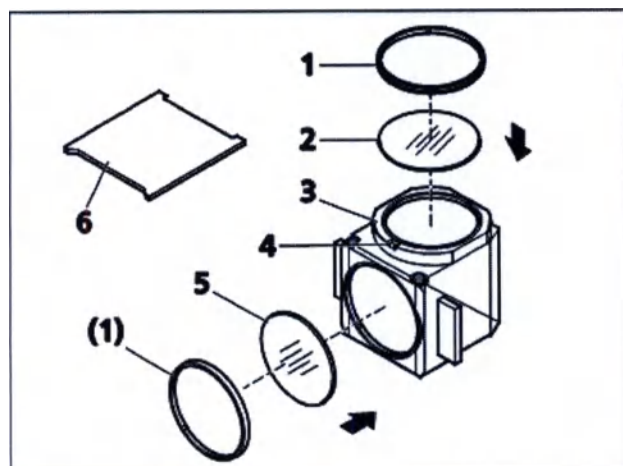

Рис. 36
- Снимите модуль FL-рефлектора (рис. 36/3) с головки и отложите его (также см. раздел 4.11.2).
- Чтобы открутить стопорное кольцо (рис. 36/1), используйте монтажную пластину (рис. 36/6).
- Поверните модуль рефлектора так, чтобы фильтр (рис. 36/2 или 5) выпал на мягкую поверхность.
- Установите блокирующий (эмиссионный) фильтр в позицию (рис. 36/2), а возбуждающий светофильтр — в позицию (рис. 36/5). Закрепите оба фильтра при помощи стопорных колец (рис. 36/1).
Блокирующий и возбуждающий светофильтры могут иметь маркировку и отметку в виде стрелки по окружности. Стрелка указывает направление установки фильтра в модуль рефлектора; стрелка всегда должна указывать внутрь (см. на стрелки, показанные на рис. 36).
Во время установки соответствующего блокирующего фильтра в модуль рефлектора выровняйте эту наклейку с пазом для ориентации (рис. 36/4). Это гарантирует одинаковые углы установки оптических клиньев блокирующих фильтров всех модулей рефлектора турели. Хотя смещение изображения между модулями в действительности очень мало при использовании комплектов фильтров ZEISS, его можно минимизировать или даже полностью компенсировать, приняв вышеуказанные меры.